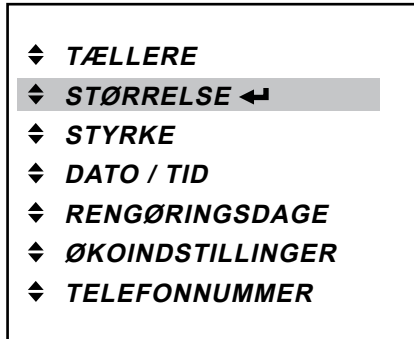

Fig. 34
1. Tryk på enter-knappen **↵** for at gå ind i «STØRRELSE» menu. (Fig. 34)